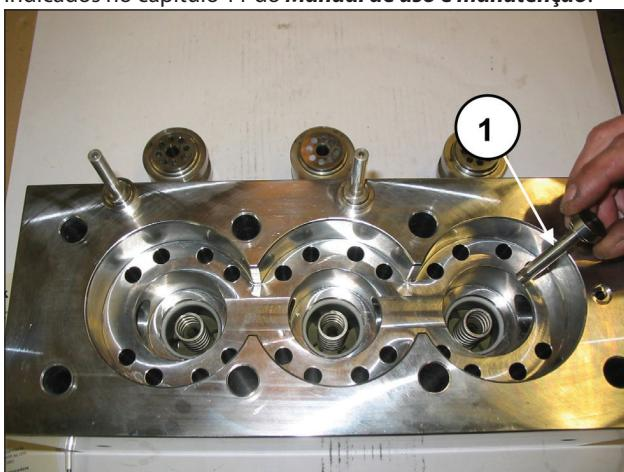
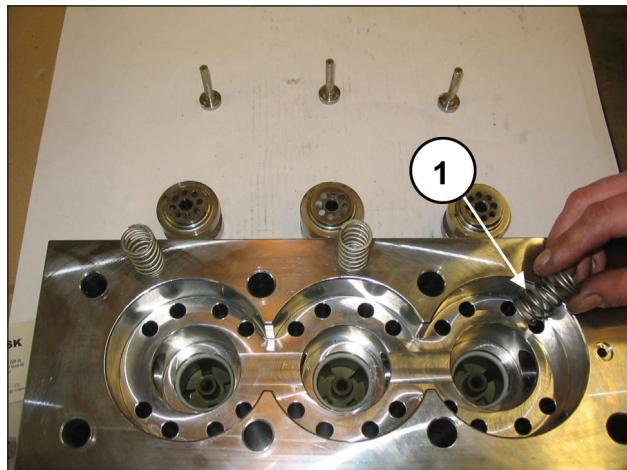
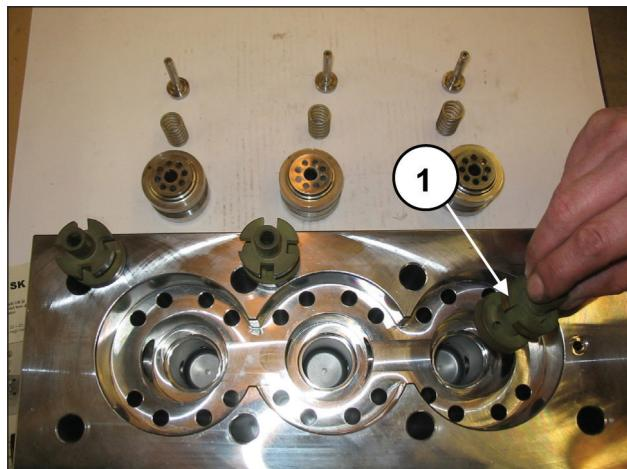

Fig. 106
Fig. 107
Fig. 108
Extraia pratos de fluxo (pos. ①, Fig. 106) e as respectivas guias (pos. ①, Fig. 108) com as respectivas molas (pos. ①, Fig. 107), verifique seu estado de desgaste e execute, se necessário, eventuais substituições e, de qualquer maneira, nos intervalos indicados no capítulo 11 do *Manual de uso e manutenção*.